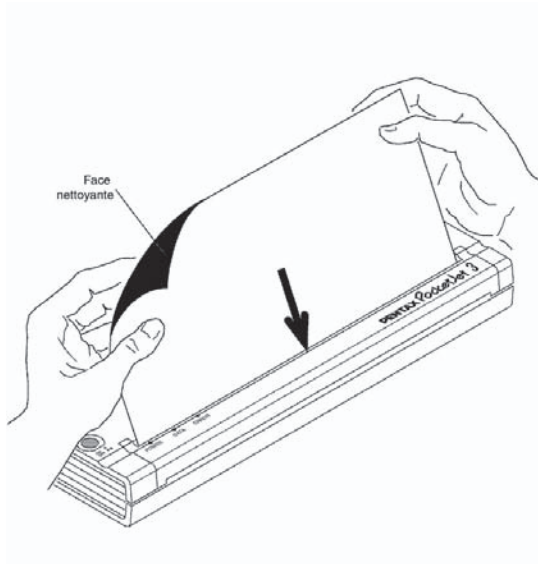

FIGURE 17. Insertion de la lingette
4. Insérez la lingette noire fournie avec l'imprimante dans la fente d'alimentation papier. La face noire rugueuse, qui contient le produit nettoyant, doit être orientée vers l'arrière de l'imprimante. Consultez la Figure 17. La lingette passe tout entière dans l'imprimante.